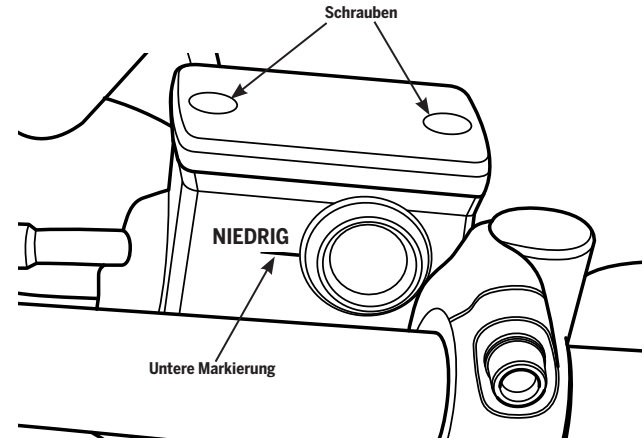

Abbildung 53: Prüfen des Bremsflüssigkeitsstands
4. Prüfen Sie den Stand im Schauglas und schauen Sie, ob die Flüssigkeit sich unterhalb der Markierung „LOWER“ (NIEDRIG) befindet (**Abbildung 53**). Sollte sich die Flüssigkeit unterhalb der Markierung „LOWER“ (NIEDRIG) befinden, muss Bremsflüssigkeit nachgefüllt werden.